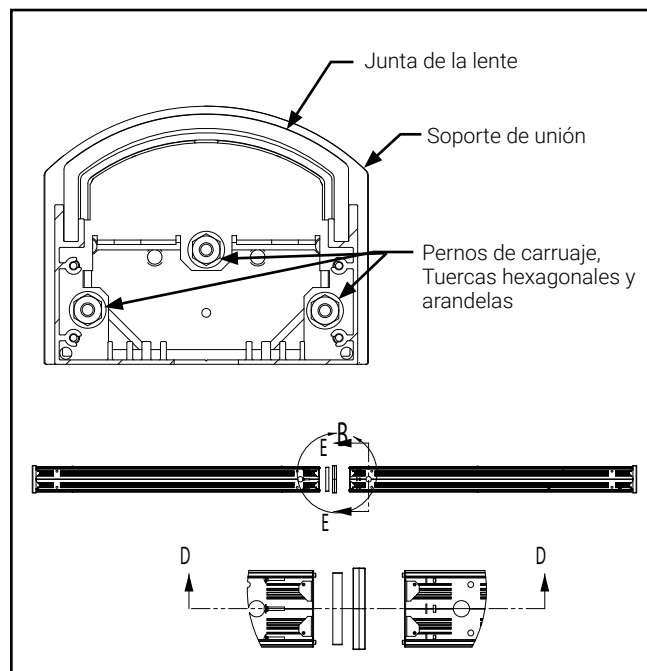

Figura 4.
4. Ajuste las 3 tuercas hexagonales en el interior del canal, Figura 4. No exceda las 20 in-lbs (2.2 Nm). Tape cualquier abertura de conducto no utilizada en el canal con el tapón provisto.